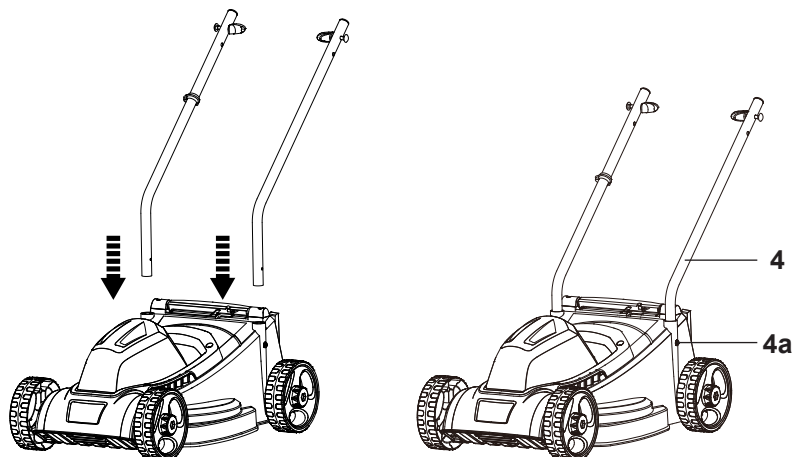

Fig. 2
1. Inserte las barras inferiores del mango (4) en los soportes (5). Compruebe que los orificios de montaje en las barras inferiores del mango (4) estén alineadas con las de los soportes (5) (fig. 2).
2. Sujete las barras inferiores del mango (4) con los tornillos (4a) y apriételos con un destornillador en cruz apropiado (fig. 2).